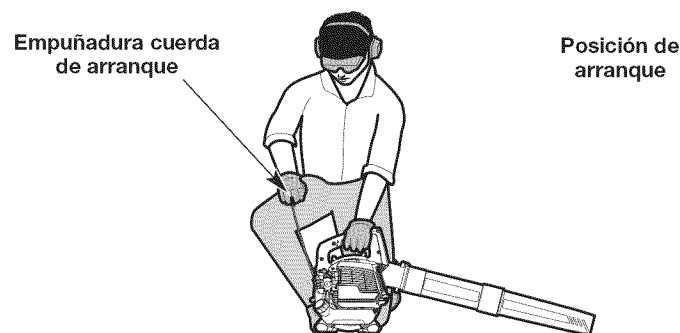

Fig. 5
**ADVERTENCIA:** Se debe evitar arrancar accidentalmente la unidad. A fin de evitar que se produzcan lesiones graves, el operador y la unidad deben estar en una posición estable cuando se jala la cuerda de arranque (Fig. 5).
6. **NO** apriete el control del acelerador. Agacharse en la posición de arranque (Fig. 5).